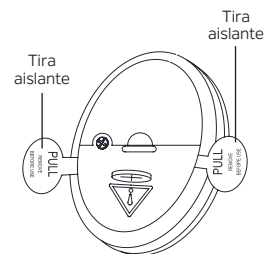

Figura 23
Paso 1. Para activar el transmisor, tire con cuidado de las tiras aislantes del transmisor para activar las dos baterías de botón/moneda CR2032 de 3 V previamente instaladas. Deseche las tiras aislantes. (Figura 23)